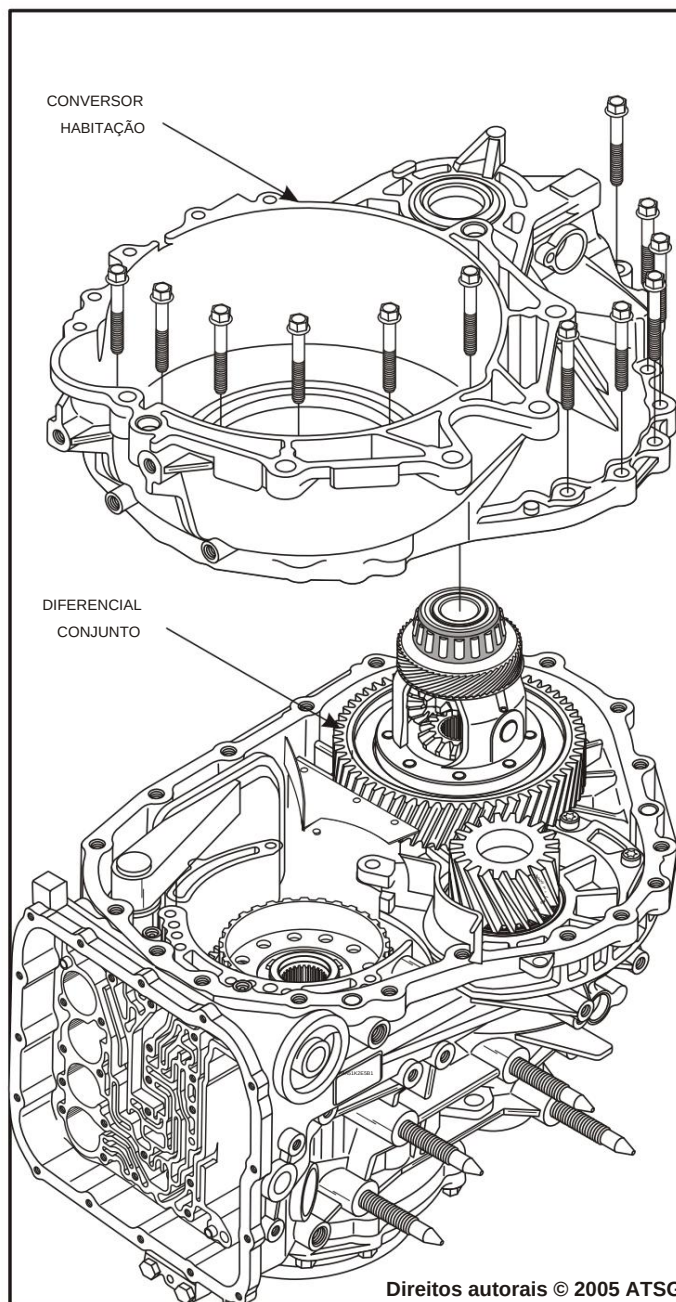

Figura 195
84. Instale o diferencial na caixa, instale o carcaça do conversor, conforme mostrado na Figura 195, e aperte os parafusos da carcaça do conversor para 48 N·m (35 pés-lb.).